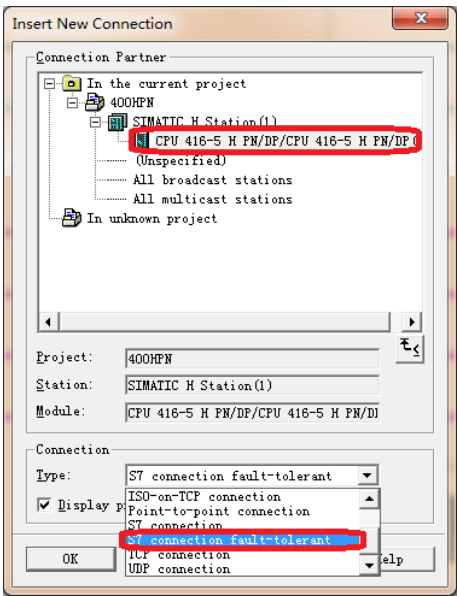

图 7
(B) 在连接伙伴中选择已经组态好的 CPU 416-5H PN/DP，连接类型选择 S7 connection fault-tolerant，如图 7 所示。